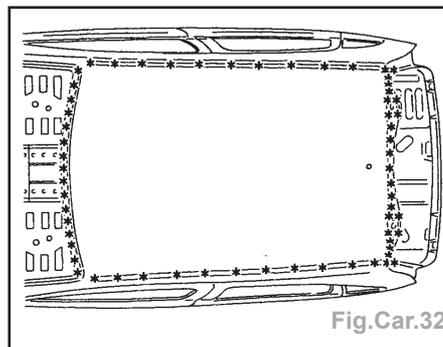

Fig.Car.32
- Dégraffer les points à l'aide d'une fraise de \varnothing 8 mm (Fig.Car.32).
- Souder par points électriques (Fig.Car.32).